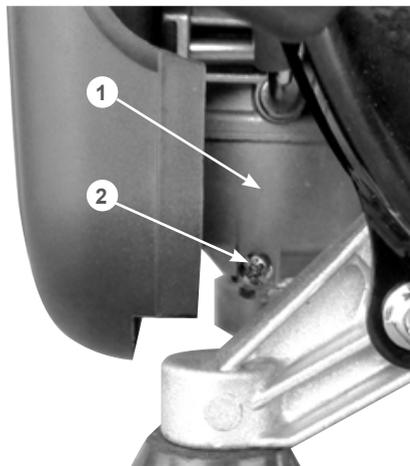

Рис. 13 Слив топлива из карбюратора
- Открутите винт 2 на карбюраторе 1 (Рис. 13) и слейте топливо из поплавковой камеры в подготовленную для этого емкость.
1. Слейте топливо из топливного бака и карбюратора (Рис. 13).